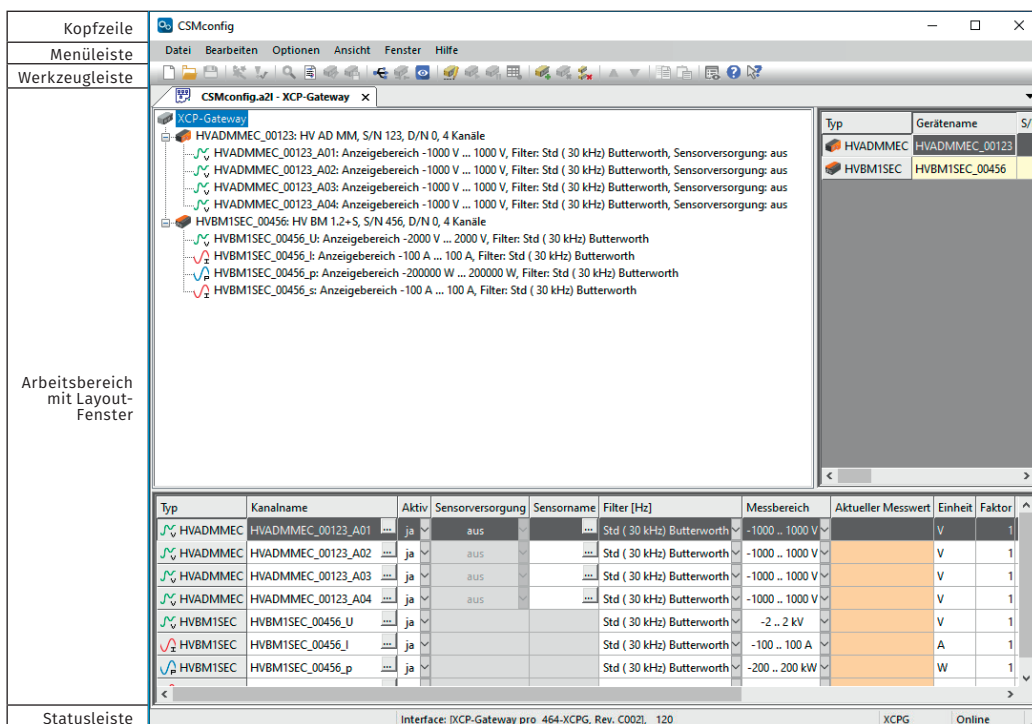

Abb. 6-1: CSMconfig Benutzeroberfläche
- ▶ **Baumansicht** (Abb. 6-1, ①)
- ▶ **Geräteliste** (Abb. 6-1, ②)
- ▶ **Kanalliste** (Abb. 6-1, ③)